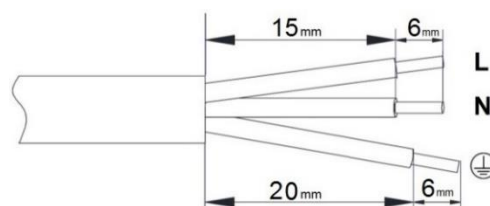

Fig. 2
- Ad entrambe le estremità del cavo elettrico spellare i fili come in Fig. 2.